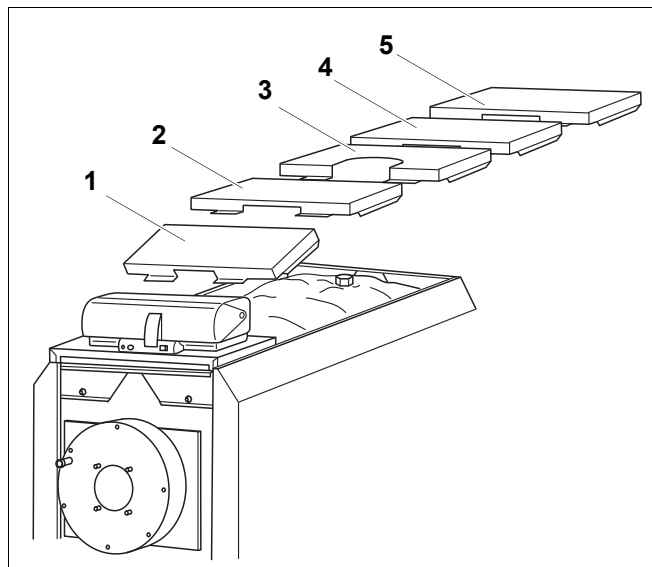

Рис. 23 Верхние крышки котла
- Положите верхние крышки котла отбортовкой вперед на правую и левую боковые стенки, как показано на рис. 23.
На третьей крышке (рис. 23, **поз. 3**) есть вырез для устройства контроля количества воды.
Таб. 2 Размеры верхних крышек котла по рис. 23, **поз. 1–5** (все размеры в мм)